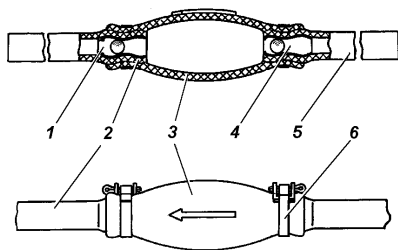

Рис. 9.6. Насос для переливания топлива:
**Насос для переливания топлива** (рис. 9.6) предназначен для переливания топлива в пути из емкости в топливный бак автомобиля.